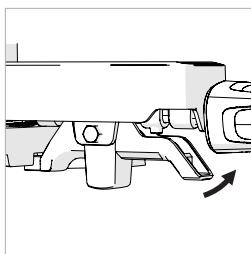

Fig. 43
- Apriete la palanca de bloqueo del tope positivo. (**Fig. 43**)